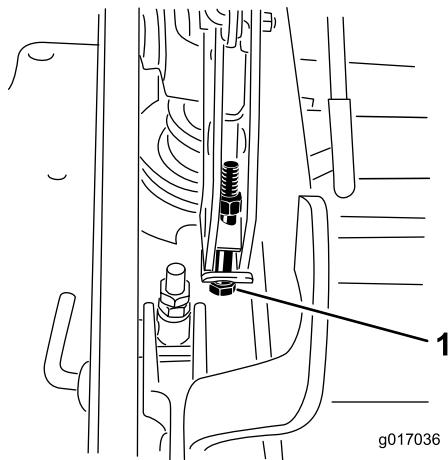

図 73
13. デッキが低すぎるとシングルポイント調整ボルトを右に回して締める。デッキが高すぎるとシングルポイント調整ボルトを左に回してゆるめる (図 73)。